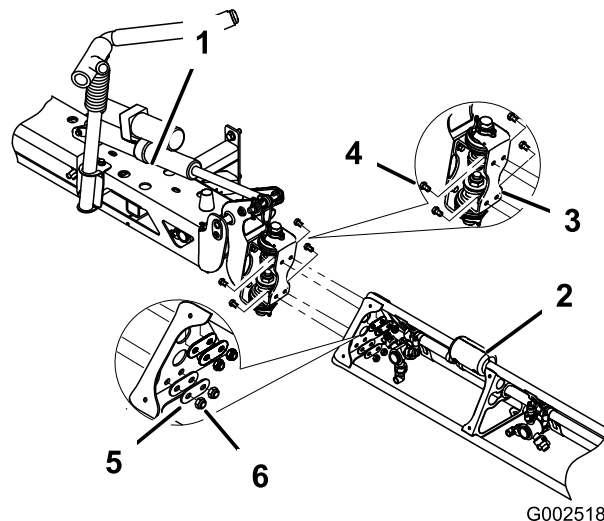

Figura 15
- Montate la barra di prolunga sulla barra centrale nella piastra per cerniera con i 4 bulloni e i 4 dadi rimossi al passo 6 come indicato nella Figura 15.